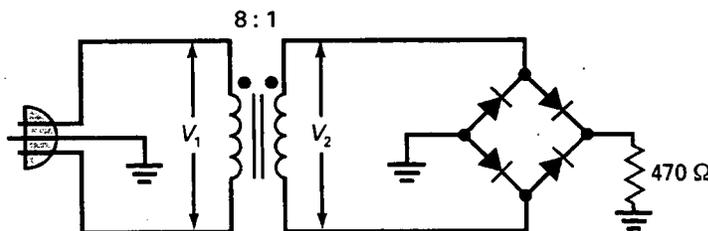

Figura 4-39
- 4-12. En la Figura 4-39, ¿cuál es la tensión de pico de salida si los diodos son ideales? ¿Y el valor
- 4-14. Si la tensión de red varía en la Figura 4-39 de 105 a 125 V-rms, ¿cuál es la tensión mínima de salida? ¿Y la máxima?